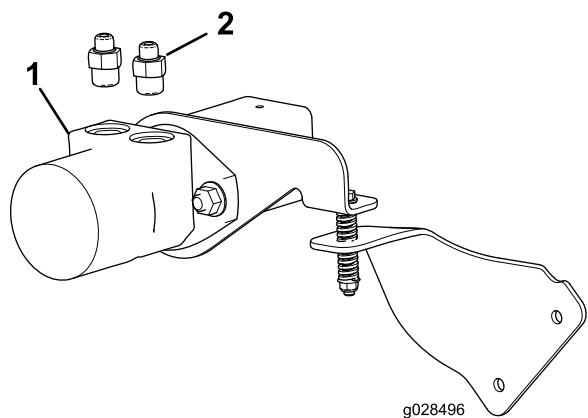

Figura 3
4. Instale os 2 encaixes hidráulicos retos (5/8 pol.) no motor hidráulico, conforme indicado em Figura 3.
2. Conector hidráulico reto – 5/8 pol. (2)
5. Monte os encaixes de 90 graus das 2 mangueiras hidráulicas nos 2 encaixes retos (Figura 3) até ficarem enroscados manualmente.